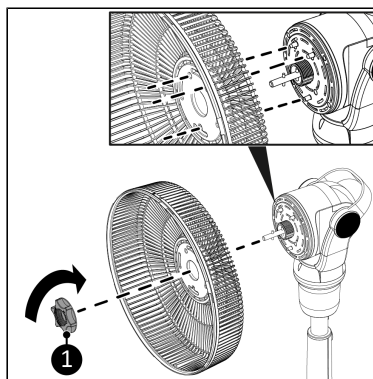

Figure 63.
11. Placez l'écrou de la grille (Figure 63, pos. 1) et tournez-le dans le sens des aiguilles d'une montre pour fixer la grille arrière.